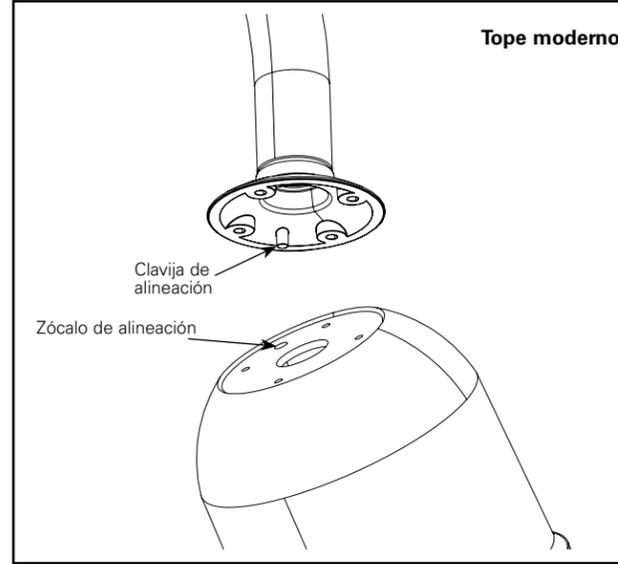

Figura 2.
5. Eleve el luminario hasta el brazo alineando la clavija de ubicación y el orificio. Ver Figura 2.